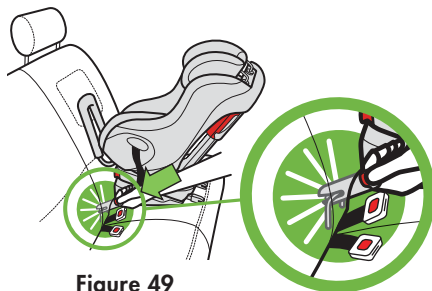

Figure 49
- Alignez le connecteur DUA avec l'ancrage inférieur du véhicule et poussez le connecteur DUA contre l'ancrage jusqu'à ce que le connecteur DUA fasse un déclic, tel qu'illustré dans la **Figure 49**.